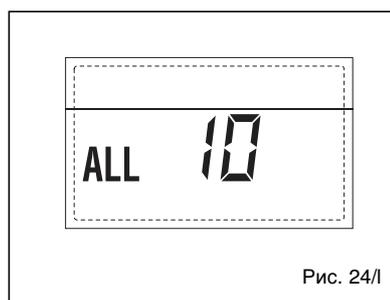

Рис. 24/l
**– НЕПОЛАДКА МОДУЛЯТОРА «ТРЕВ 11» (рис. 24/m)**